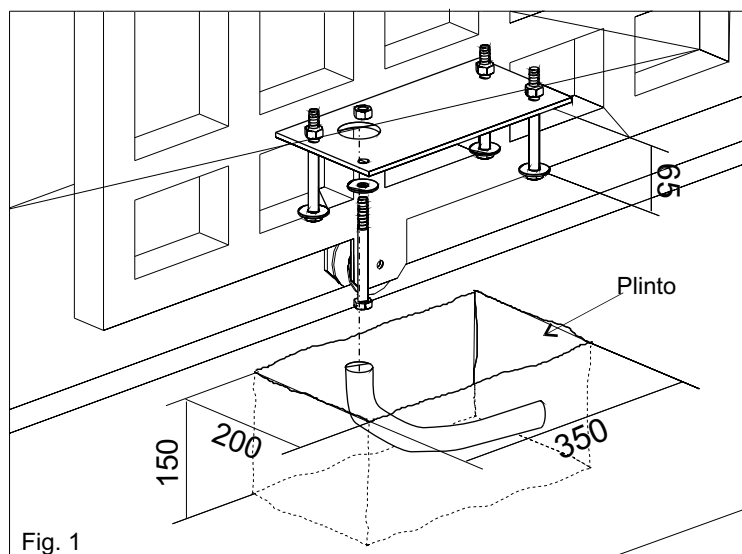

Fig. 1
**2.1.** Predisporre in base alle misure riportate in Fig. 1 una piazzola di cemento all'interno della quale verrà murata la piastra di fondazione e i bulloni di ancoraggio.
**NB:** E' opportuno, quando la struttura del cancello lo permette, sollevare la piastra dal piano pavimento di almeno 50 mm per evitare eventuali ristagni di acqua (Fig. 1).